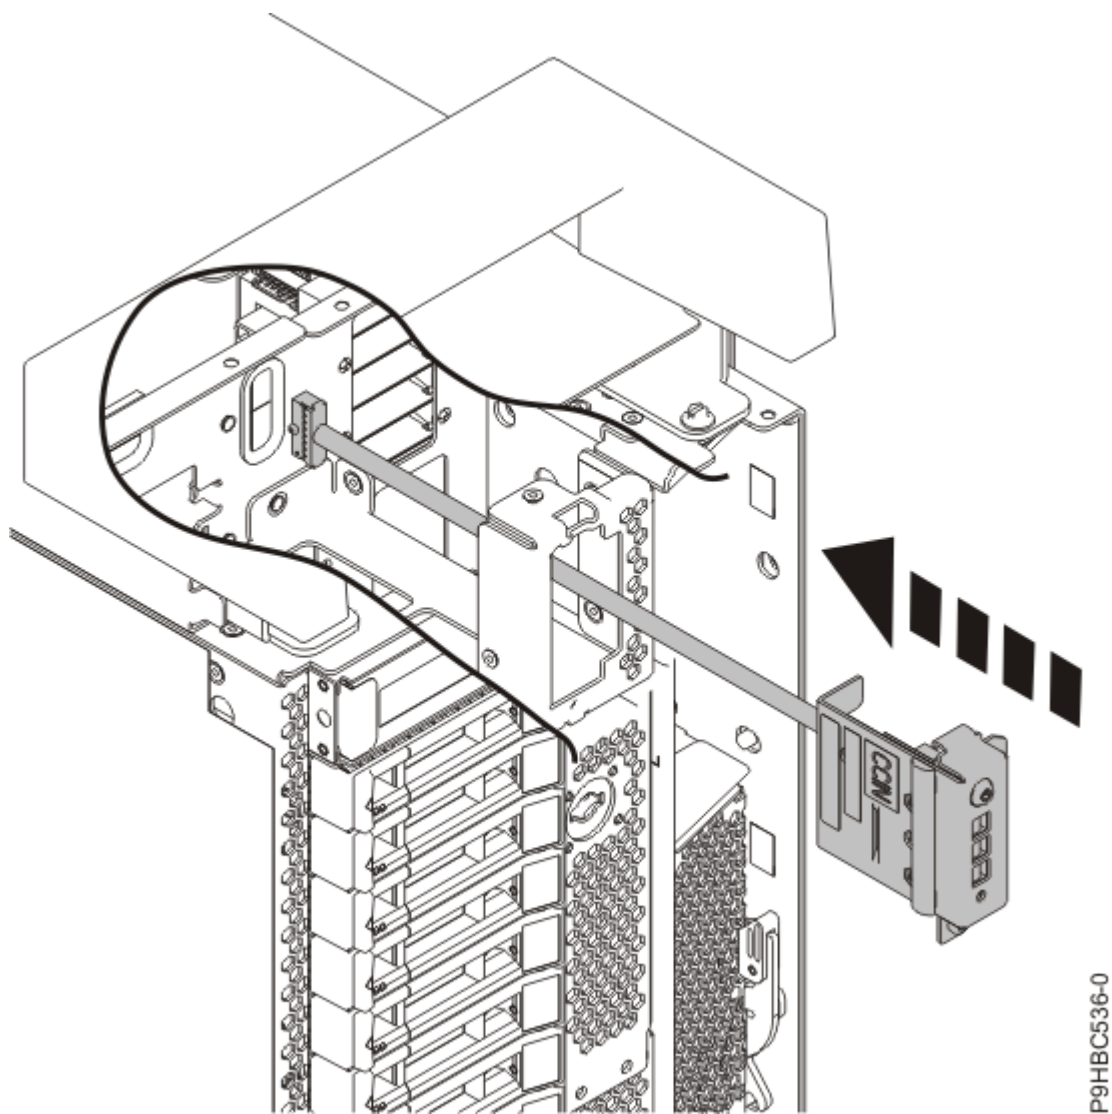
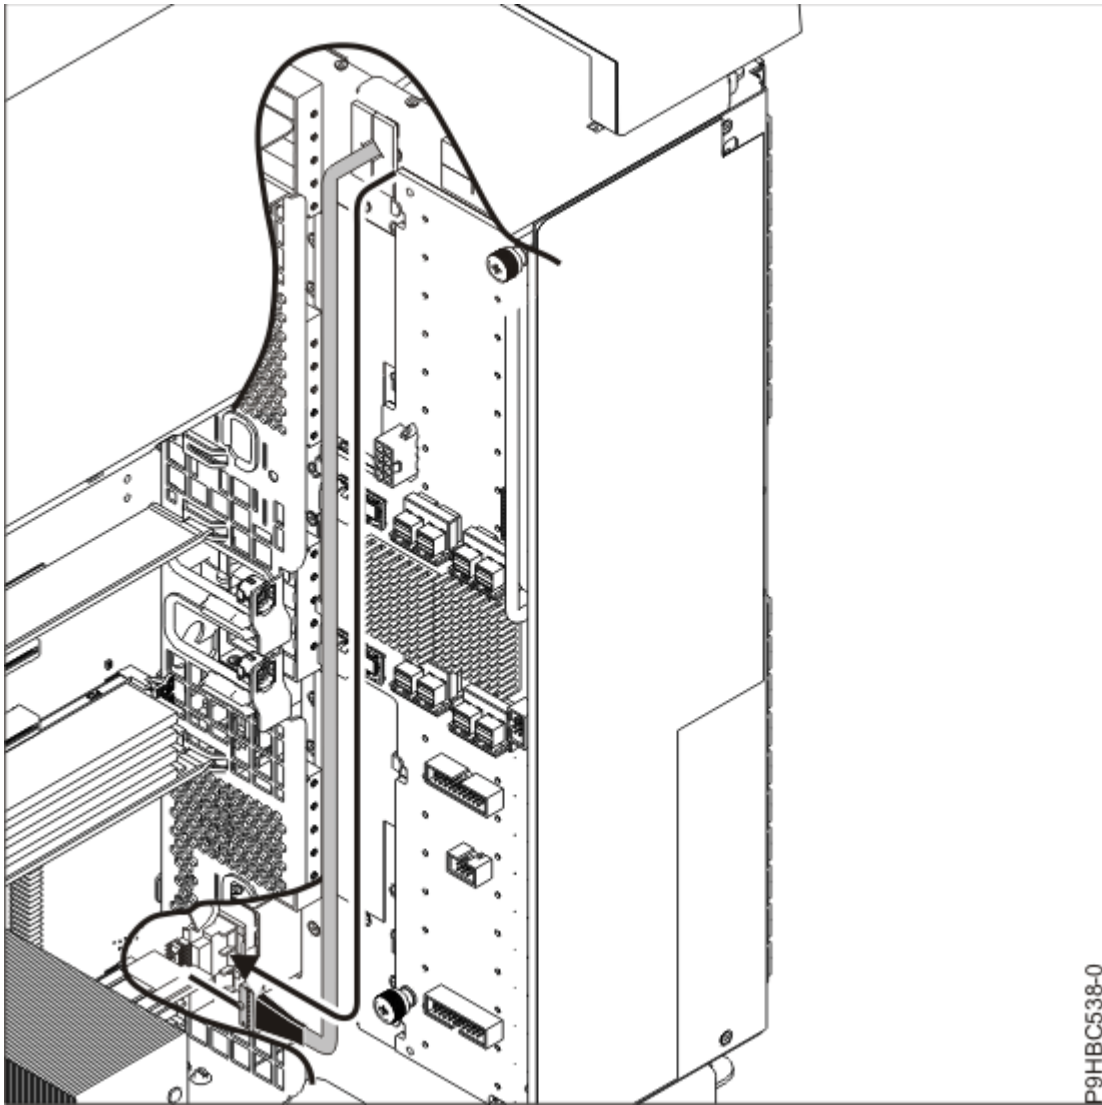

Figure 76. Insertion du panneau de commande et du câble pour un système autonome
Figure 77. Passage des câbles du panneau de commande pour un système autonome
4. Pour un système autonome, insérez le panneau de commande et le câble dans le système, comme illustré à la Figure 76, à la page 81 et la Figure 77, à la page 82.